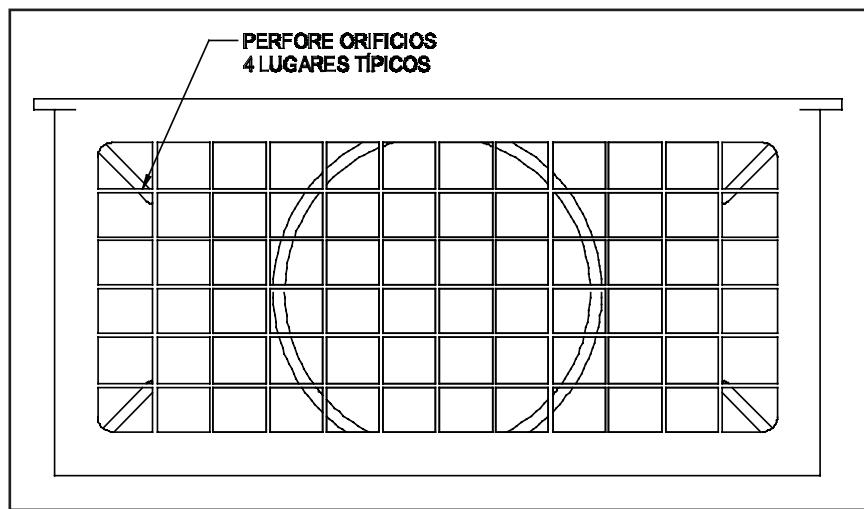

Figura 3
2. Sostenga la unidad del ELIMINATOR™ contra el respiradero. Marque y perfore 4 orificios a través de la red. Esto se debe hacer en el lugar endonde se entrecruzan los orificios ranurados para el montaje y la malla de la rejilla de ventilación. (Ver Figura 3)